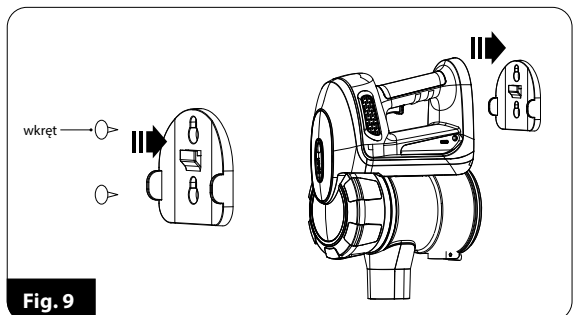

Fig. 9
3. Posizionare la staffa (24) nel punto desiderato della parete, del mobile, ecc. e segnare con una matita i punti in cui inserire le viti fornite con la scopa elettrica.
4. Avvitare le viti (Fig.9), ma senza stringerli troppo per poter posizionare liberamente la staffa.